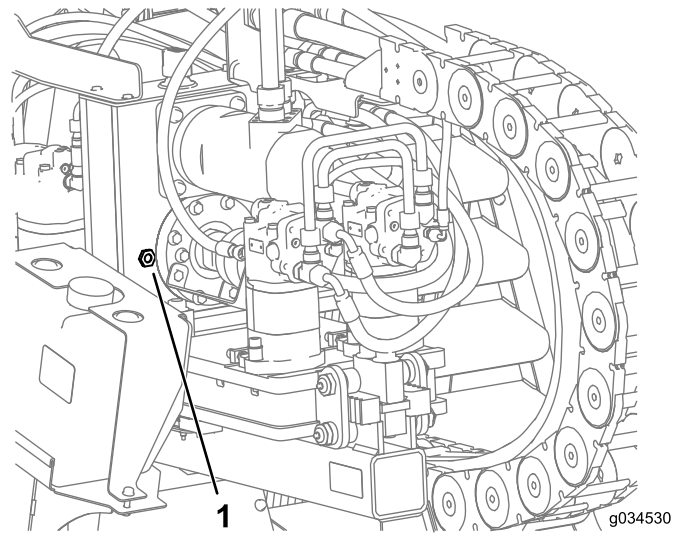

Bild 134
2. Prüfen Sie den Ölstand im Schauglas am Getriebe (Bild 134).
3. Nehmen Sie den Entlüfterdeckel ab und füllen Öl in das Getriebe, bis der Ölstand mindestens die Hälfte des Schauglases bedeckt (Bild 134).
6. Füllen Sie das Getriebe mit Öl, bis der Ölstand mindestens die Hälfte des Schauglases bedeckt (Bild 134).